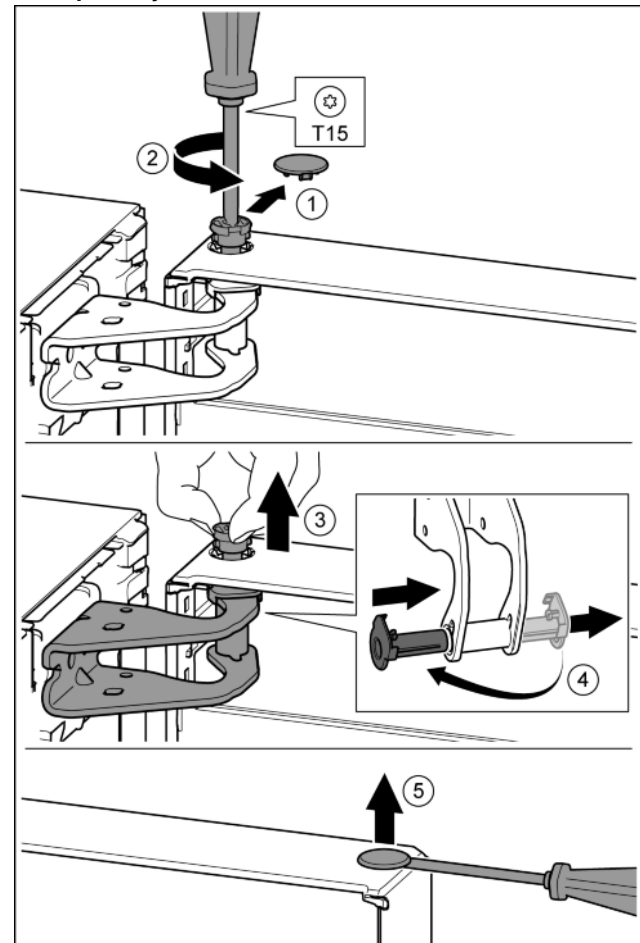

Fig. 12
- ▶ Bezpečnostní kryt opatrně stáhněte. *Fig. 12 (1)*
- ▶ Šroubovákem T15 o kousek vyšroubujte čep. *Fig. 12 (2)*
- ▶ Dveře držte a čep vytáhněte prsty. *Fig. 12 (3)*
- ▶ Vytáhněte ložiskové pouzdro z vedení. Vložte z druhé strany a zaklapněte. *Fig. 12 (4)*
- ▶ Plochým šroubovákem opatrně nadzvedněte zátku z ložiskového pouzdra dveří a vytáhněte ji. *Fig. 12 (5)*